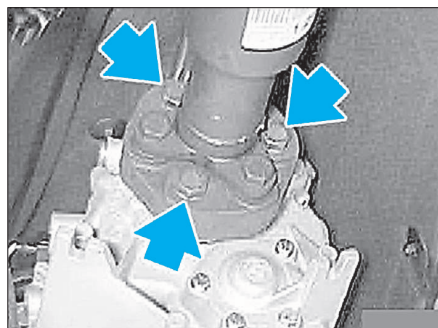

FIG. 5
- Déposer les vis (flèches) du flector de sortie de boîte (Fig.5).